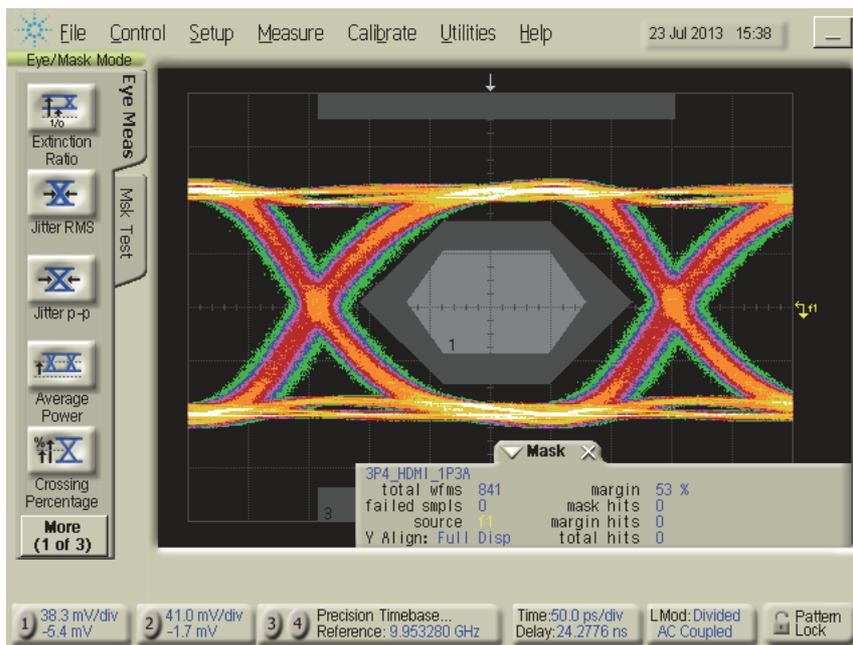

Рис. 2: Пример глазковой диаграммы с центральной маской
Авторизованные центры тестирования HDMI (АТС) выполняют подробные лабораторные испытания, квалифицирующие кабели HDMI как стандартные (Standard) или высокоскоростные (High-Speed). Ключевой процедурой, используемой для этого, является построение глазковой (индикаторной) диаграммы – Eye Pattern. Это графическое представление потока битов одного канала (по очереди) протокола TMDS. В общих словах, диаграмма отображает время подъема и время спада, уровни фазового дрожания (джиттера) и напряжения – то есть параметры, каждый из которых может ограничивать считываемую длительность бита. Для того, чтобы пройти тест на глазковую диаграмму, дифференциальное представление бита должно показать считываемую длину не менее 0,5 единичного интервала (UI) или 50% общей длительности бита. Для упрощения теста в центре «глазка» размещается предустановленная шестиугольная маска (показанная светло-серым цветом на рис. 2), которую невозможно убрать даже на мгновение.